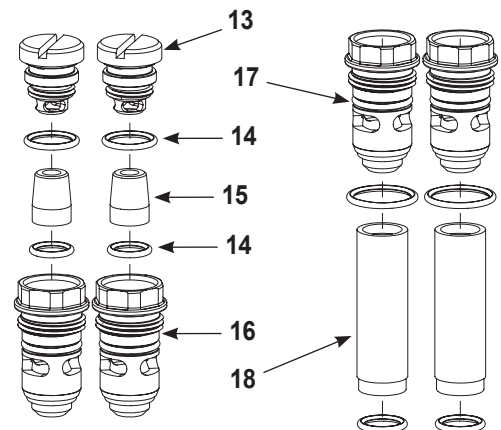

Abbildung 24 Montieren der Verschraubungen an Fluidisierungsrohren
4. Siehe Abbildung 24. Die Rückschlagventile (13), O-Ringe (12), Stopfen (14) und Verschraubungskappen (10) zusammenbauen und anschließend die Fluidisierungsrohre (16) wieder anbringen. Sobald dieser Schritt abgeschlossen ist, alle Stopfen (17) und zusätzlichen O-Ringe an den Fluidisierungsrohren (18) anbringen.